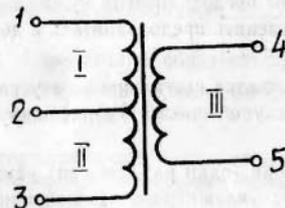

Рис. 4
4.3. Данные обмоток трансформатора приведены на рис. 4.